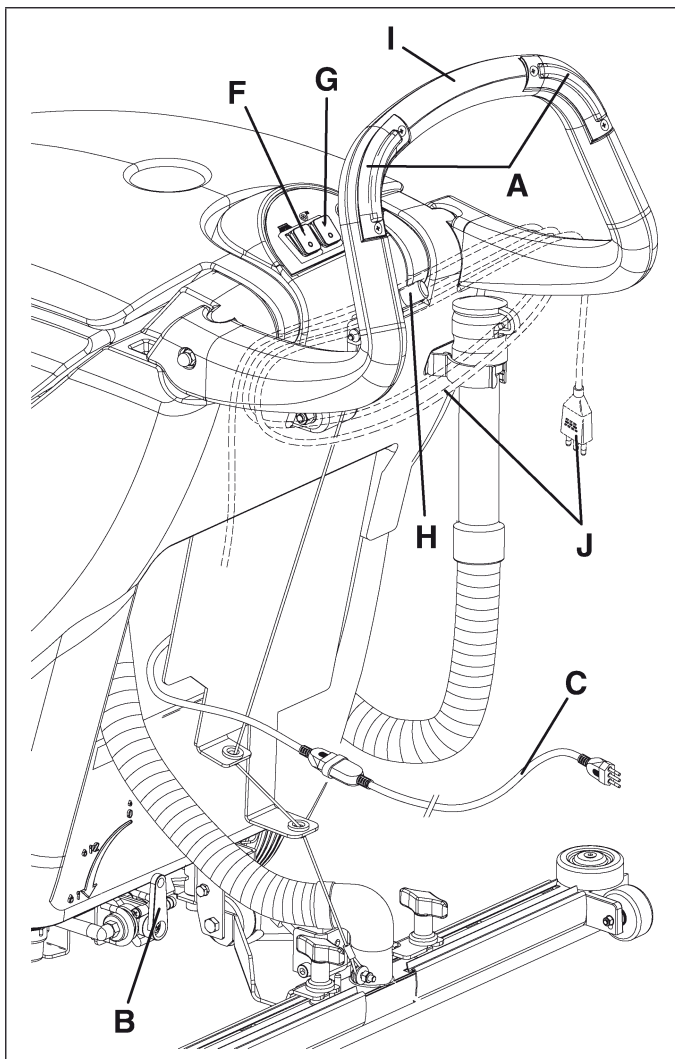

Figure 10
2. Teniendo ambas las manos sobre el manillar (I, Fig. 10), maniobrar la máquina y empezar el trabajo de lavado/secamiento del suelo.
*Para evitar que el suelo se dañe: no utilizar el cepillo/filtro en seco cuando la máquina está parada, parar la rotación del cepillo soltando los interruptores (A, Fig. 10).*
*Antes de levantar el cepillo/filtro, parar su rotación soltando los interruptores (A, Fig. 10).*
3. Si necesario, cambiar la cantidad de solución detergente que llega al cepillo/filtro mediante la palanca (B, Fig. 10).
1. Poner los interruptores de rotación del cepillo y de aspiración (F y G, Fig. 10) en posición "0".
2. Desconectar el enchufe del cable de alimentación (C, Fig. 10) de la red eléctrica. Envolver el cable de alimentación alrededor del manillar, en posición (J).
3. Levantar la boquilla girando completamente la palanca (H, Fig. 10) hacia arriba.